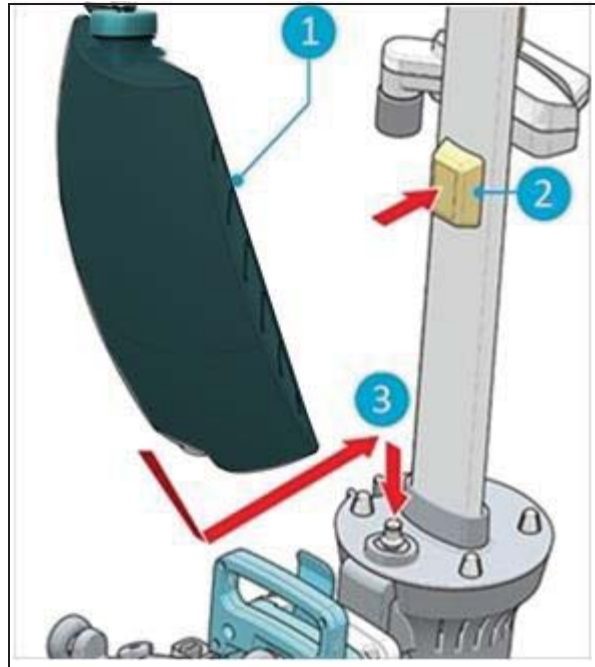

Figure 11
1. Mettez le réservoir (Figure 11, pos 1) sur l'i-mop® Lite avec la soupape en premier.
2. Poussez le réservoir vers le bas sur le mamelon (Figure 11, pos 3) pour ouvrir le joint de soupape.
3. Poussez le réservoir vers l'avant pour le mettre en place, l'aimant (Figure 11, pos 2) verrouille le réservoir de solution en place.